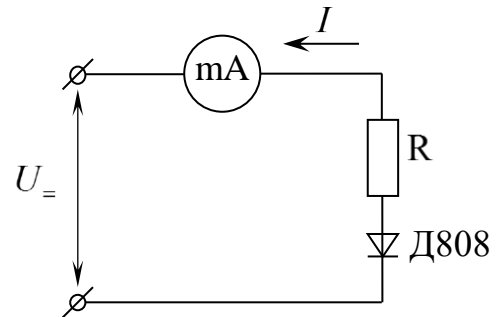

Рисунок 1
2. **Визначити** значення напруги та абсолютну і відносну похибки вимірювання напруги, якщо показання міліамперметра (шкала (0...30) мА, клас точності 2,5) дорівнює 20 мА, а напруга на ділянці ланцюга постійного струму (рис. 1), який складається з послідовно включених резистора R опором 1 кОм і стабілітрона Д808 (напруга стабілізації $U_{ст} = 8\text{В}$), визначається за формулою